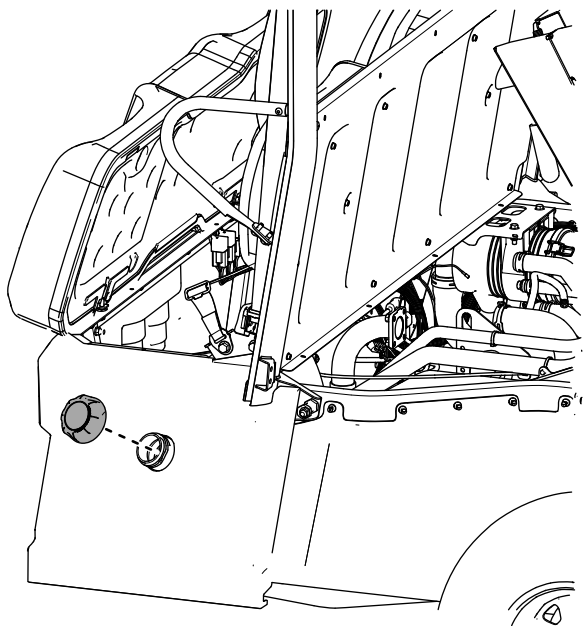

Figure 60
33. Remettez le bouchon du réservoir de carburant sur panneau de base arrière gauche du siège (Figure 60).